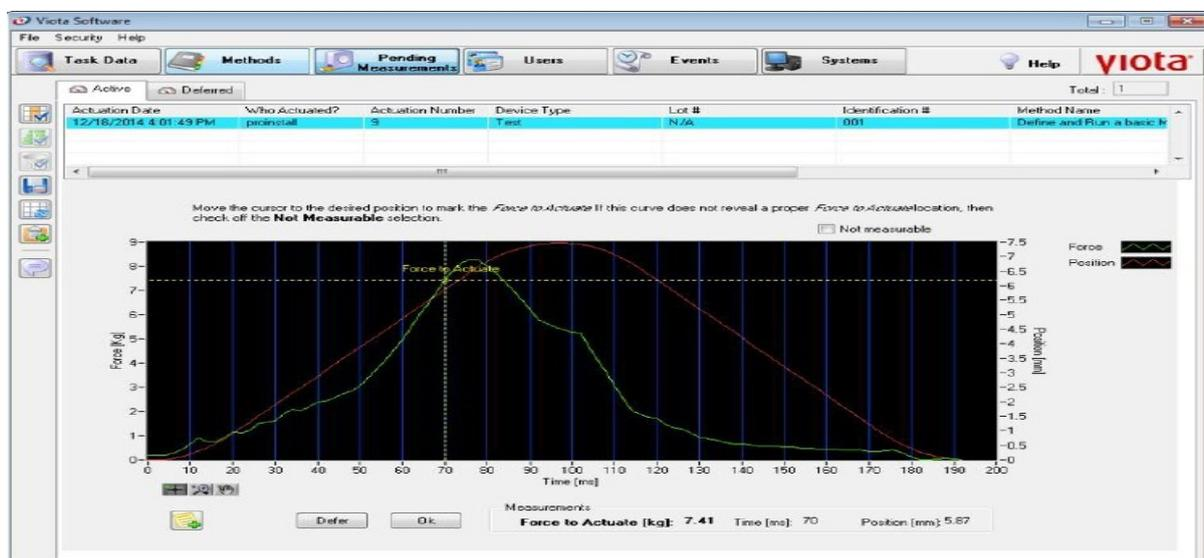

Figura 93. Calculando força de atuação.
- Colete uma medição de Força para Atuar, ao configurar uma tarefa de atuação. A medição será enviada para a página *Pending Measurements*. Uma vez nessa página será visto uma imagem conforme Figura 93. Mova o cursor *Force to Actuate*, força para atuar, ao longo da curva de força até que corresponda ao ponto de atuação do dispositivo.